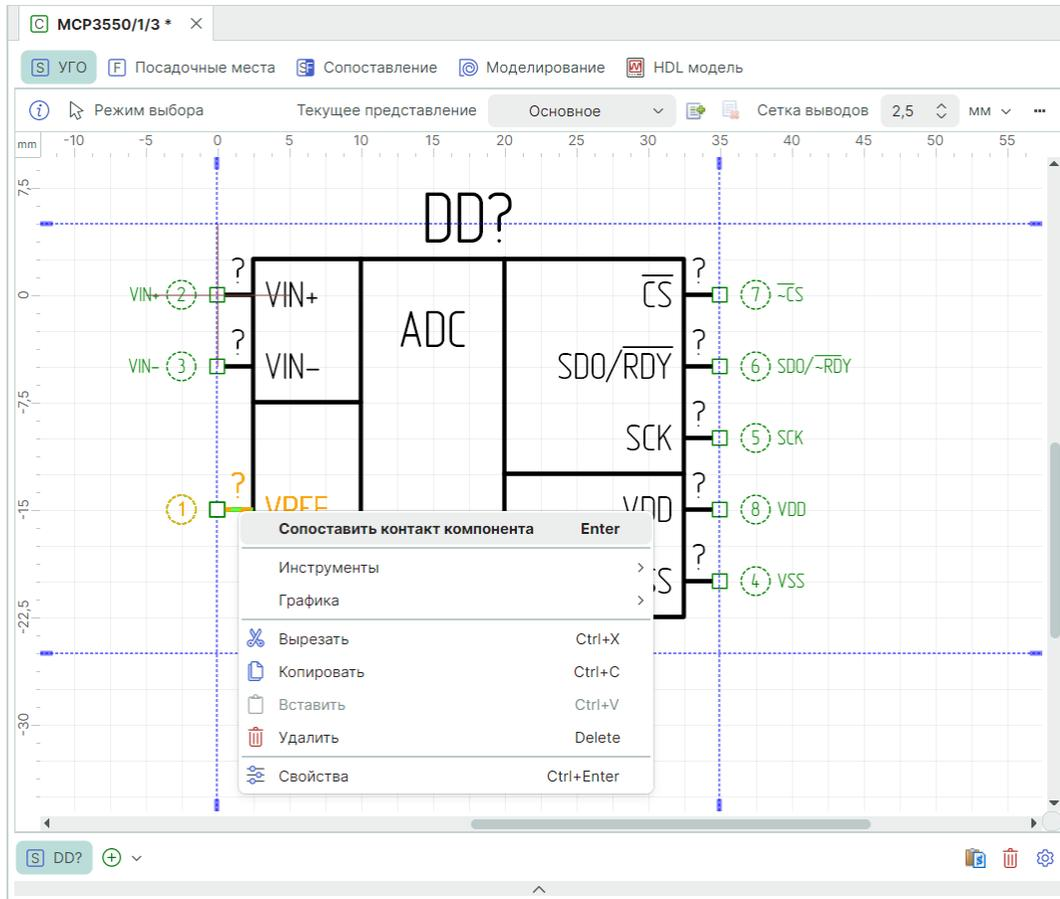

Рис. 290 Сопоставление вывода через контекстное меню
2. В контекстном меню выберите «Сопоставить контакт компонента», см. Рис. 290.